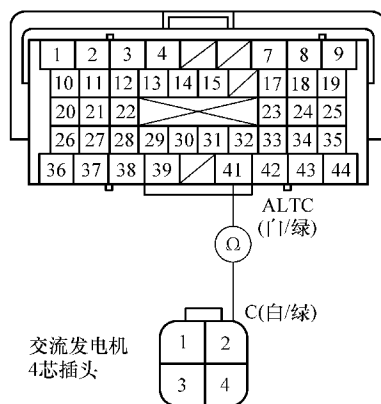

图 3-26 测试 B41 与交流发电机 2 号端子
11) 将 HDS 与 SCS 线短接, 然后将点火开关旋至锁定 (LOCK) (0) 位置。
13) 如图 3-26 所示, 检查 ECM/PCM 插头 B41 端子与交流发电机 4 芯插头 2 号端子之间是否导通。